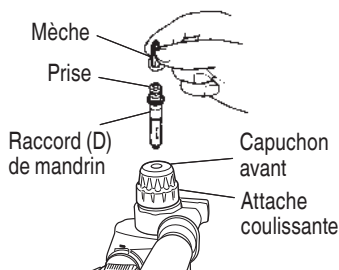

Fig. 18
- Lors du vissage des vis machine (Fig. 18)
- Lors du vissage des vis à bois (Fig. 18)
- (1) Sélection d'une mèche pour visseuse adéquate